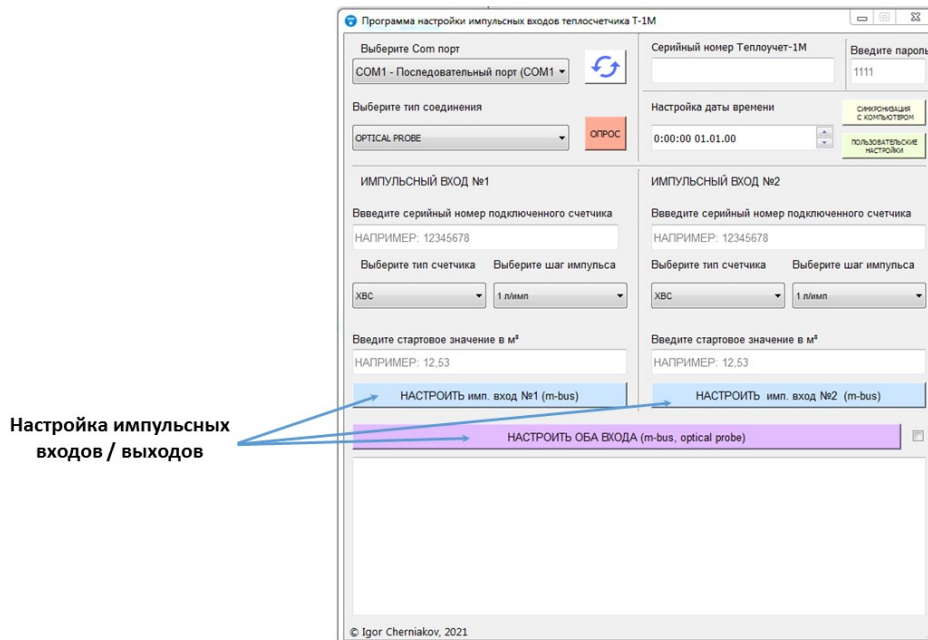

Рисунок 9. Настройка импульсных выходов
6.3.2. Прочитать и изменить настройки импульсных входов / выходов счетчика можно в соответствующих настроечных ячейках (рисунок 9)